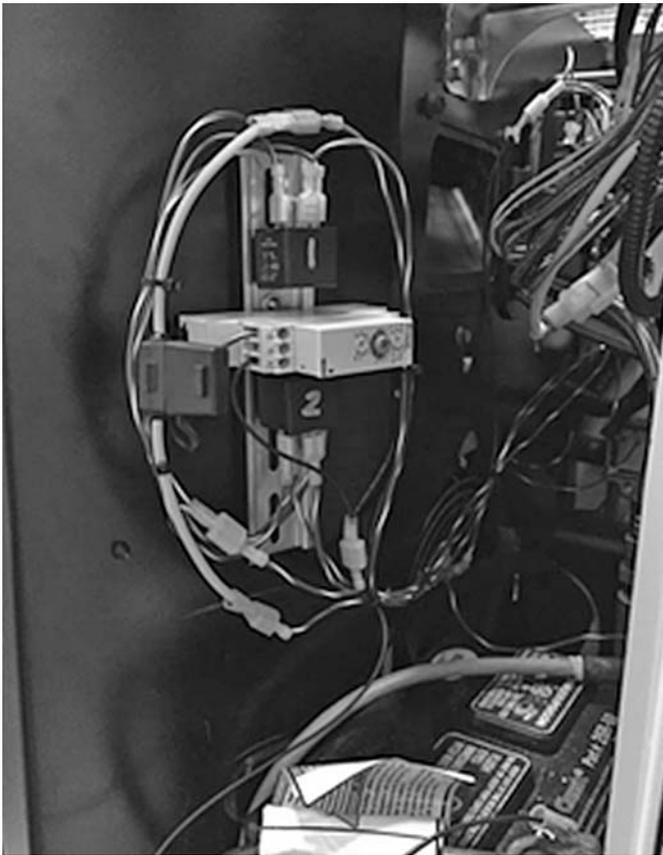

Рис. 3-4.
- Соедините проводами реле и таймер согласно диаграмме проводки (см. рис. 3-4 и карту).